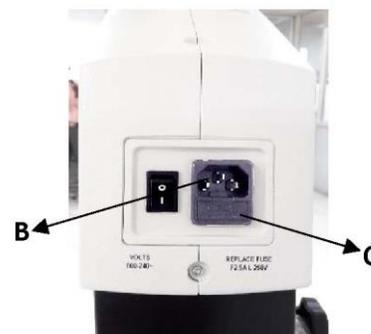

Fig. 13
- Coloque el fusible en la entrada de CA (B) como se muestra en la Fig. 13.
- Use un destornillador de cabeza plana para abrir el compartimiento de fusibles (C). Se proporcionan dos fusibles: uno es un fusible activo y el segundo es un fusible de repuesto.